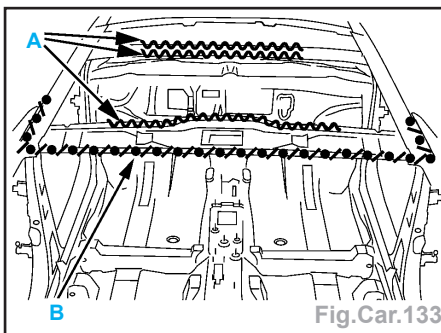

Fig.Car.133
- Appliquer une colle de calage structurale suivant **A** (Fig.Car.133).